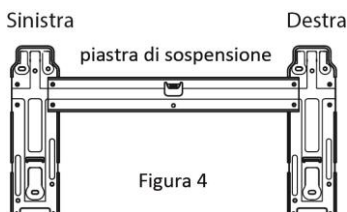

Figura 4
- Regolare la piastra di sospensione in posizione orizzontale. La differenza di altezza tra il lato destro e sinistro del pannello di installazione deve essere inferiore a 5mm (Figura 4).